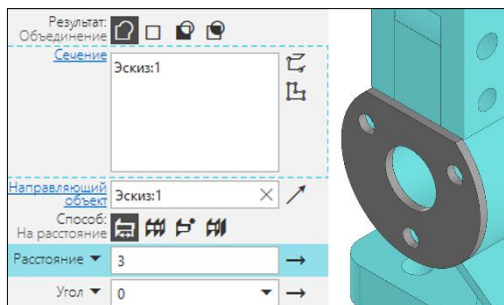

Рис. 177
3. Вызовите команду *Элемент выдавливания* . На панели *Параметры* укажите способ *На расстояние*, в поле *Расстояние* введите 3, что соответствует толщине прокладки (рис. 177).